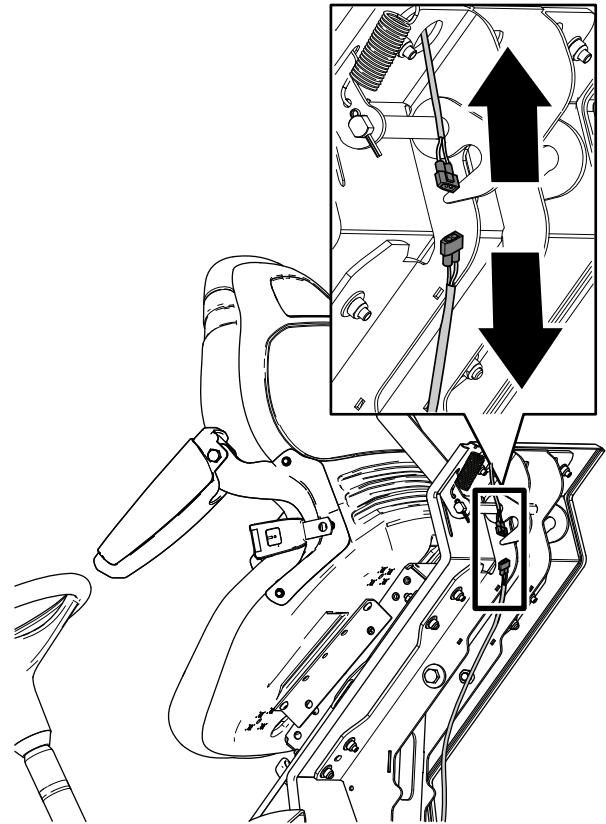

Bild 4
1. Ziehen Sie den Anschluss für den Kabelbaum des Sitzschalters vom Anschluss des Kabelbaums der Maschine ab (Bild 4)